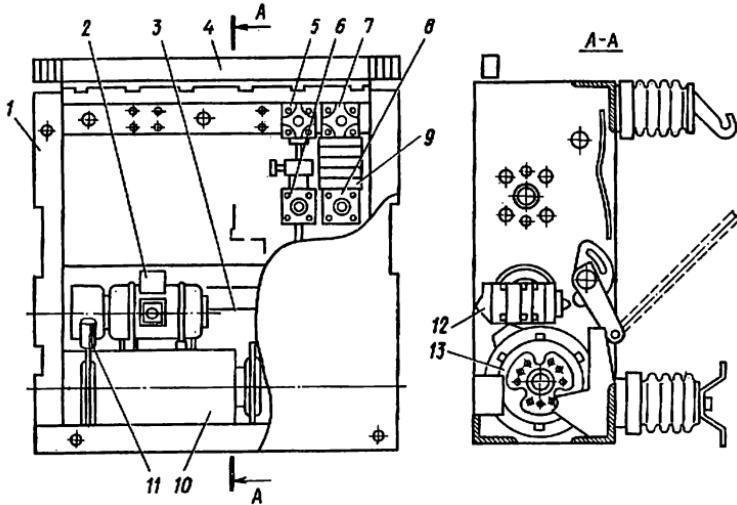

Рис. 86. Привод, встроенный в выключатель ВМПП-10:
**Привод выключателя ВМПП-10** (рис. 86). Привод выключателя состоит из следующих основных узлов: рамы 1, вала привода, вала выключателя 3, заводного устройства 2, рабочих пружин, двух одинаковых запорных устройств, удерживающих вал в отключенном или включенном положении выключателя, вспомогательных контактов положения привода (БКП), аварийной сигнализации (БКА) и положения выключателя (БКВ), электромагнитов дистанционного отключения и включения, релейного вала пульта ручного управления выключателем, монтажных проводов и контактной колодки.